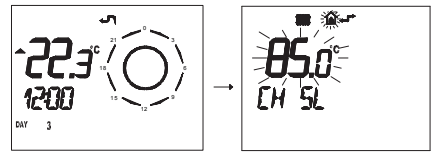

Рисунок 5.78
- Нажмите и удерживайте 3 секунды кнопку **P**, чтобы войти в режим **INFO** (Рисунок 5.78).